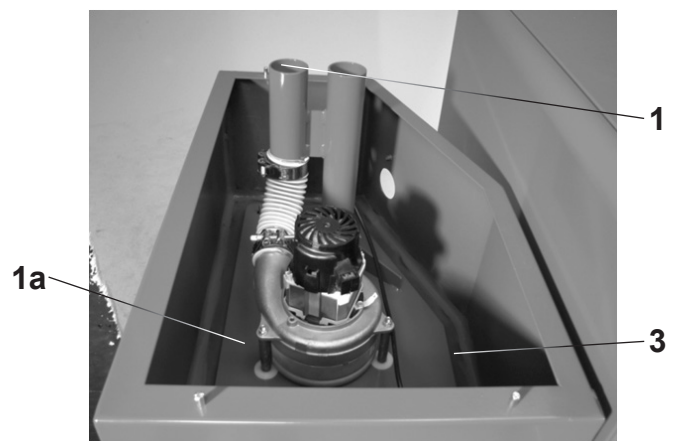

Bild 15
1. Flügelmuttern lösen, Förderschläuche (1, Bild 15) und Saugmodul (1a, Bild 15) ausbauen.
3. Dichtung Saugmodul-Pelletbox (3, Bild 15) kontrollieren und reinigen.